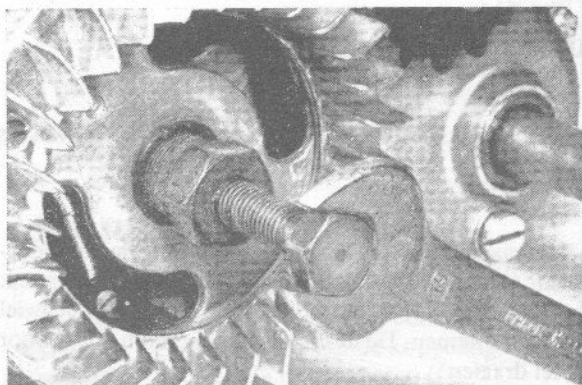

Fig. 12
- Het vliegwiél afnemen door de zeskantmoer M10 x 1 (let op, *linkse draad*) los te draaien (fig. 12). Let op de halfronde verende spie. Grondplaat eruit nemen door de 4 cylinder kopbouten M4 x 15 los te draaien.